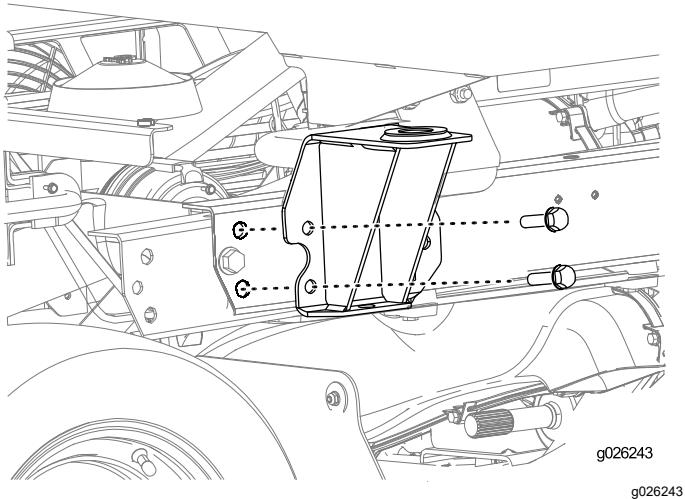

Рисунок 25
5. Установите задние кронштейны на автомобиль (Рисунок 25), используя крепежные детали, снятые с конструкции ROPS при выполнении действий, описанных
1. Установите задние кронштейны на автомобиль (Рисунок 25), используя крепежные детали, снятые с конструкции ROPS при выполнении действий, описанных